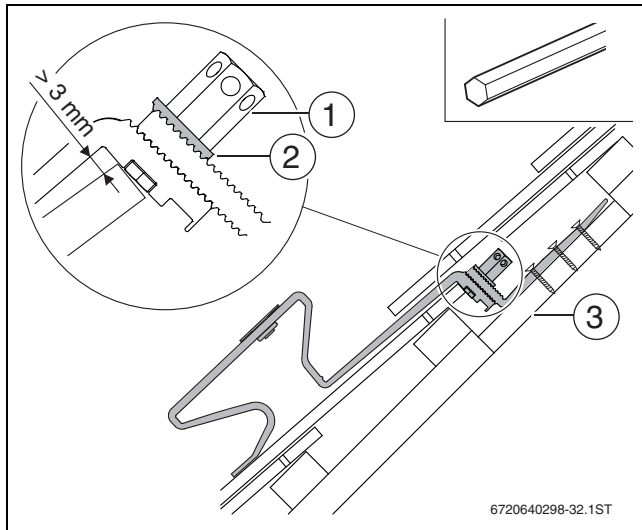

Fig. 48
- ▶ Si es necesario, fijar en los cabios tablas/maderos con capacidad de carga suficiente (→fig. 48 [3]). Si es necesario, retirar el contrarripado de esta zona.